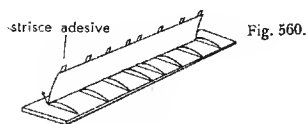

Fig. 560.
L'ala. Costruiamo dapprima il foglio dell'ala, incollando due assicelle di balsa della lunghezza adatta, dato che la larghezza richiesta di 160 mm non si trova in commercio. Poniamole su di un'asse piana, che proteggeremo con carta, e incolliamole con collante duro ai bordi piallati, fissandole con spilli finché non sarà asciutta. Costruiamo con legno compensato dello spessore di 1 mm — secondo il disegno costruttivo — una centina-tipo (25) e ritagliamone poi altre otto. Dopo averle fissate a squadra, con una goccia di collante duro, su un asse piano alla distanza prescritta (fig. 560), vi incolliamo sopra il foglio superiore dell'ala, fissandolo dapprima con spilli al bordo anteriore delle centine; poi tiriamo il foglio sopra le nervature e fissiamolo al bordo posteriore sinché è asciutto (fig. 561). Dopo aver lisciato, con carta vetrata a grana fine, la superficie dell'ala (senza toglierla dalla base) verniciamola subito due volte con nitrolacca colorata o incolore. Poi con un rasoio sottile stacciamo con cautela l'ala dalla base e verniciamo la faccia inferiore del rivestimento.